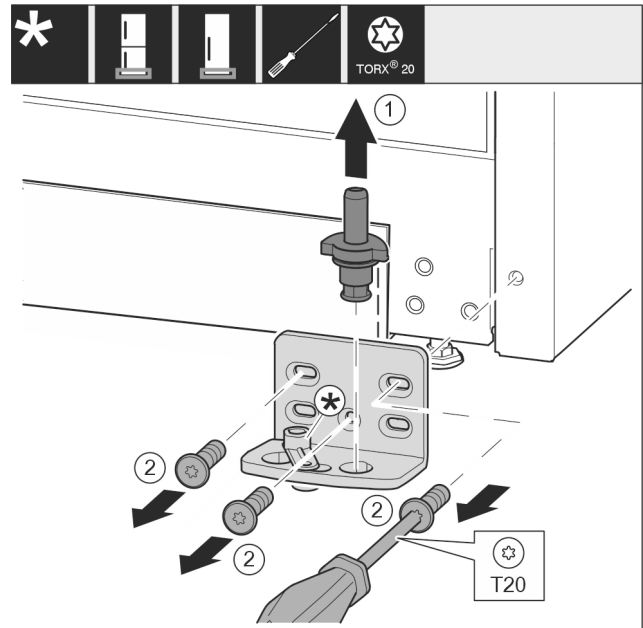

Fig. 14
- ▶ Extrageți complet bolțul de lagăr în sus. Fig. 14 (1)
- ▶ Extrageți prin rotire și detașați șuruburile cu șurubelnița T20. Fig. 14 (2)